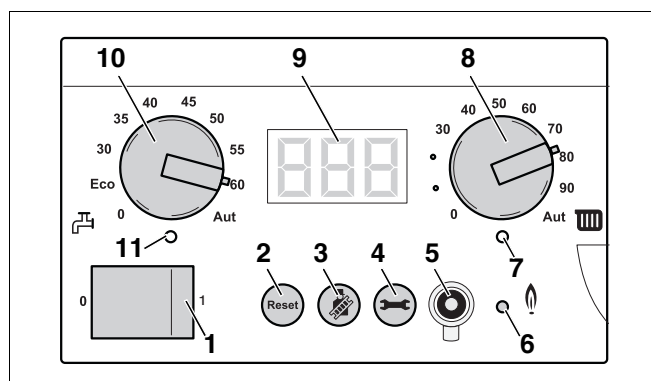

Рис. 114 Главный регулятор BC10
- Включить отопительную установку с помощью пускового выключателя главного регулятора Logamatic BC10 (рис. 114, поз. 1).